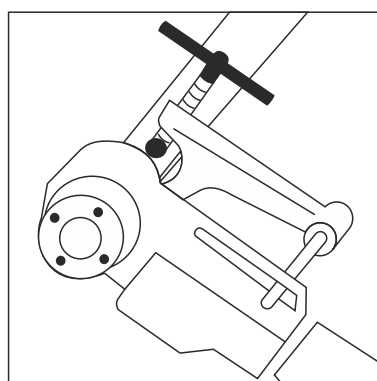

Рис. 3
5.3 Поместить резьбонарезную головку на одну сторону трубы, рис. 3, чтобы убедиться, что электрический клупп находится в правильной позиции на направляющей штанге струбцины. Убедитесь, что при нарезании резьбы резьбонарезная головка вращается по часовой стрелке (стрелки направления вращения обозначены на клуппе), для этого надо кратковременно включить